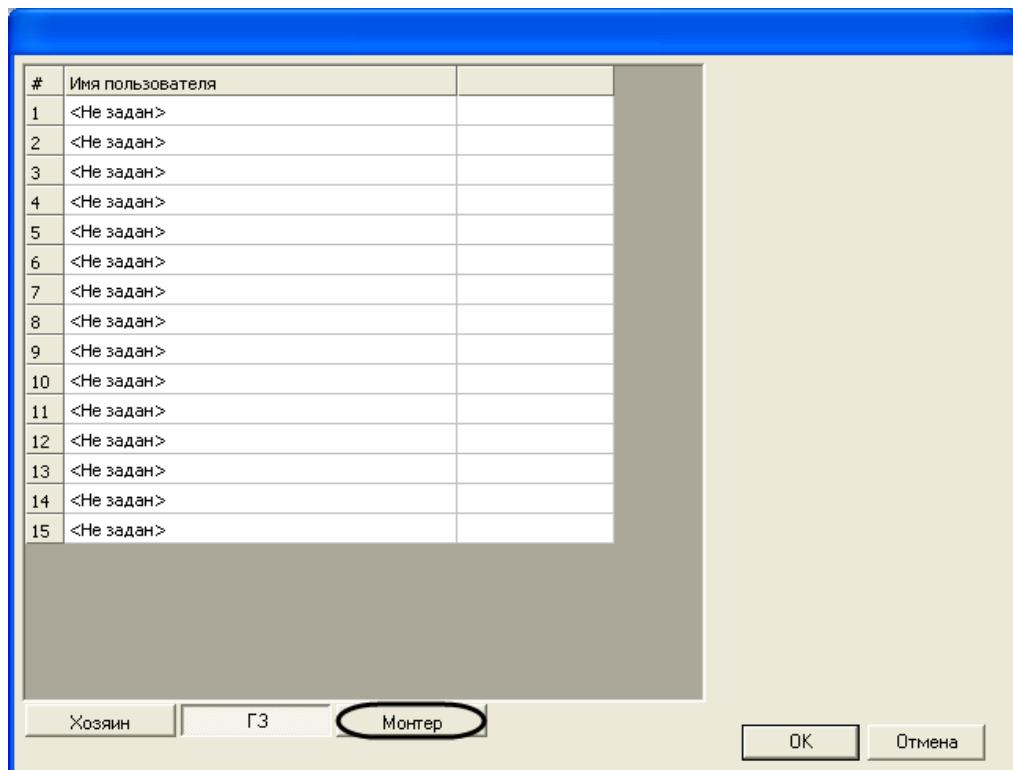

Рис. 3.3—7 Задание ключей типа Г3
- 5.1 Перейти на вкладку **Г3** (см. Рис. 3.3—7).
- 5.2 В столбце **Имя пользователя** выбрать, пользователя, созданного в ПК ACFA *Intellect*, которому необходимо задать ключ типа **Г3** (см. Рис. 3.3—7).